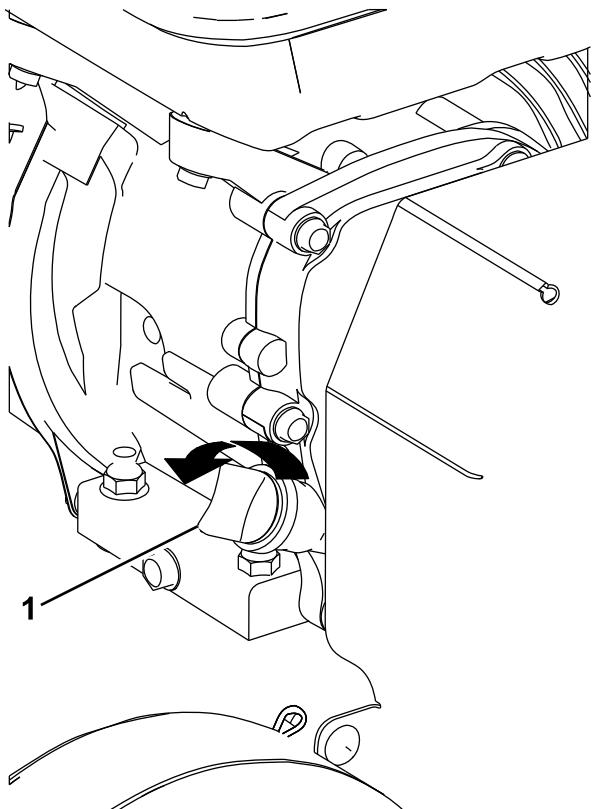

Figure 9
2. Nettoyez la surface autour de la jauge pour éviter de faire tomber des impuretés dans l'orifice de remplissage, ce qui endommagerait le moteur (Figure 9).
3. Dévissez la jauge d'huile et essuyez soigneusement l'extrémité (Figure 9).
4. Insérez la jauge au fond du tube de remplissage (Figure 9).